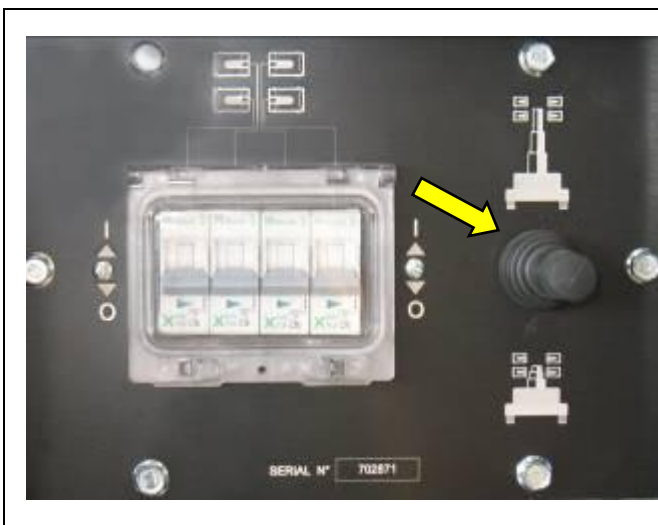

Abbildung 5.8 – Einfahren des Masts
- ❸ Fahren Sie den Mast mit Hilfe des auf dem Bedienfeld (fig. 5.8) befindlichen Steuerungshebels.
- Schrauben Sie dazu die Rändelschraube **schrittweise** (entgegen dem Uhrzeigersinn) auf (Abb. 5.8, Pos. 1).
- Befindet sich der Mast in umgelegter Stellung, Rändelschraube wieder festschrauben /Abb. 5.8, Pos. 1).